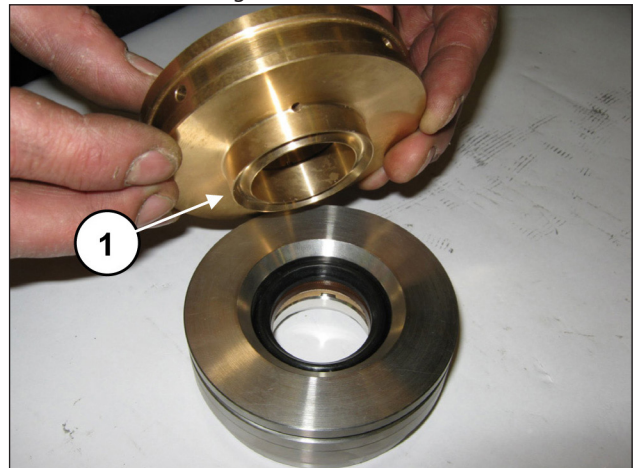

Abb. 179
Verbinden Sie Dichtungshalter mit Buchse (Pos. ①, Abb. 179).